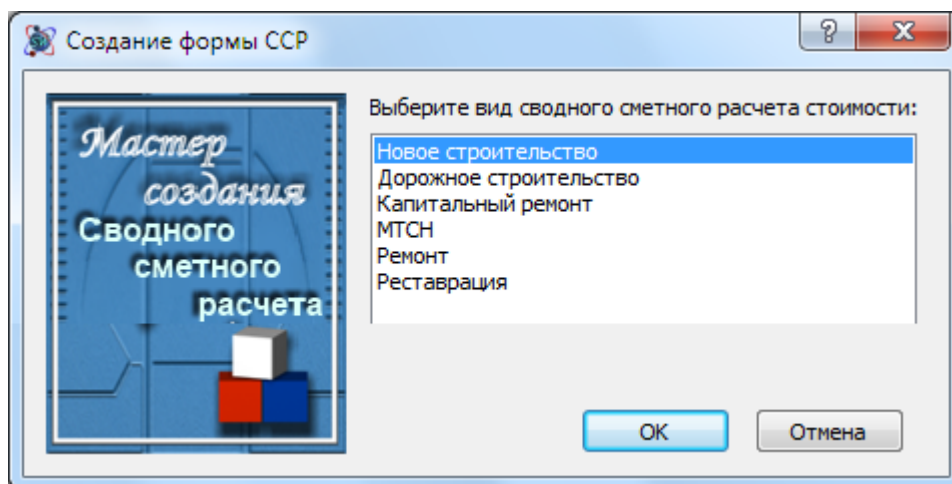

Рис. 4.77 Диалоговое окно *Создание формы ССР*
4. В открывшемся диалоговом окне *Создание формы ССР* (рис. 4.77) выбрать нужный вид сводного сметного расчета.